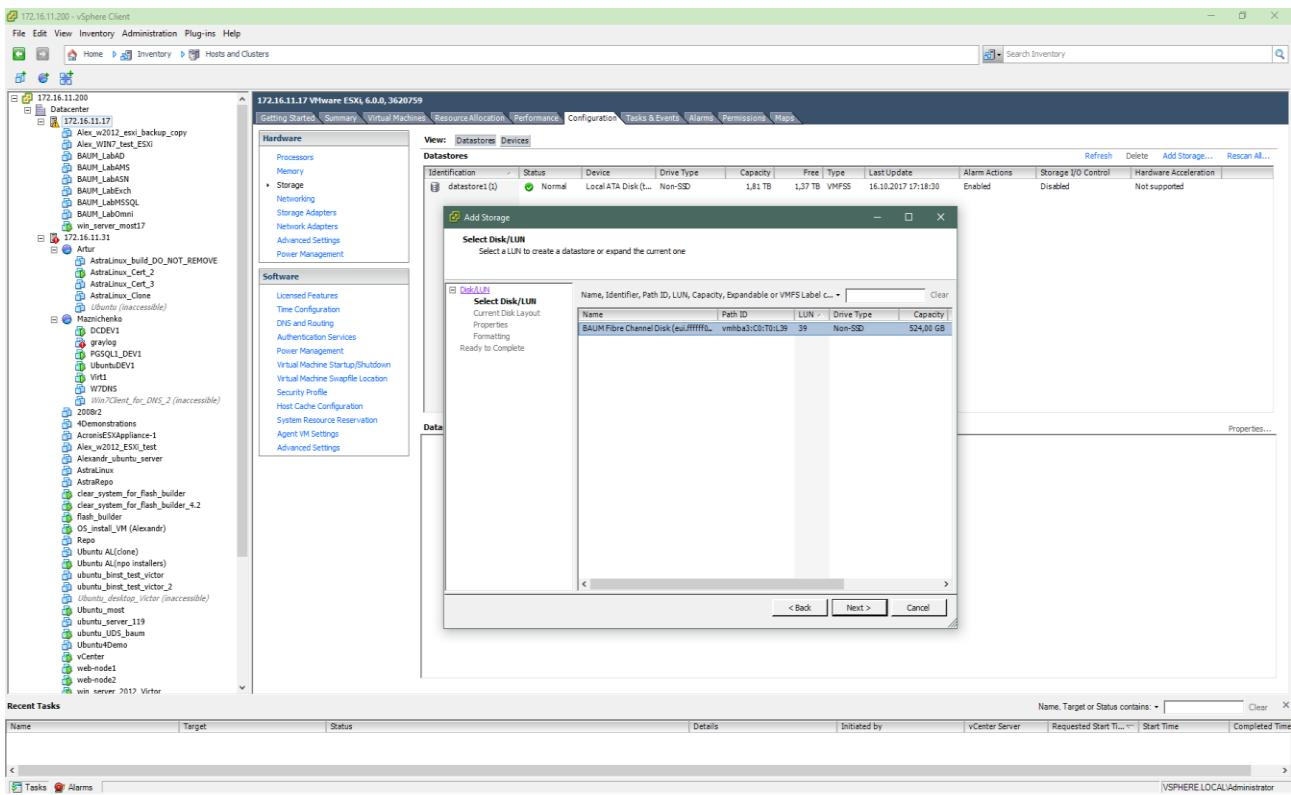

Рисунок 156. Выбор луна Storage
10. Нажмите на кнопку «Next» (см. Рисунок 156).